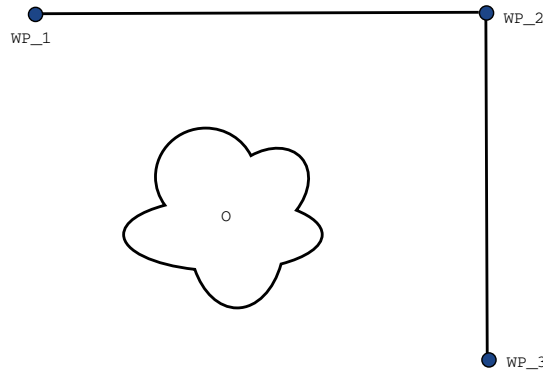

Figure 15.2: WP_1: 初期位置、WP_2: 通過点、WP_3: 持ち上げ位置、0: 障害物。
例 ピッキングのアプリケーションを例として考えた場合、(図15.2参照)、ロボットは現在ウェイポイント1 (WP_1) にあり、ウェイポイント3 (WP_3) で対象物を持ち上げる必要があります。対称物やその他の障害物との衝突を避けるため (0)、ロボットは WP_3 にウェイポイント2 から来る方向で接近する必要があります (WP_2)。つまり、ウェイポイントは要件を満たすパスを作り出すために導入されています。